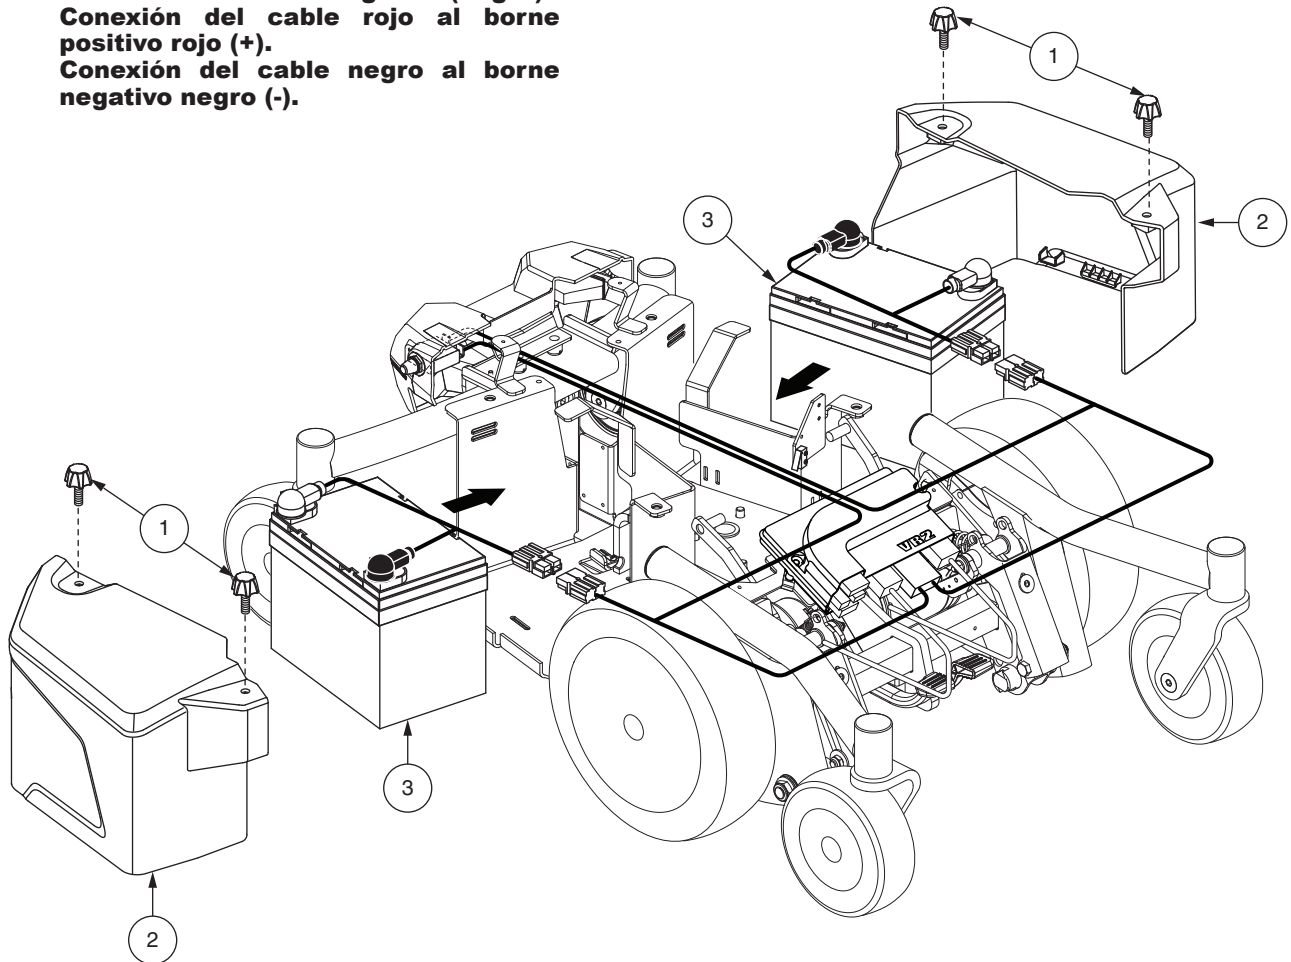

Figura 17. Conexiones de batería (sin el asiento para mayor claridad)
4. Afloje los tornillos de mariposa en la parte lados de la base de potencia y retire las talas laterales. **Ver la figura 17.**
5. Desconecte los cables de las baterías de la base eléctrica. **Ver figura 17.**
7. Extraiga el cableado de las baterías antiguas y colóquelo en las nuevas. Asegúrese de que los terminales apuntan a la dirección adecuada. **Ver figura 17.**
8. Coloque las baterías en la base eléctrica. Asegúrese de que los terminales apuntan hacia las tapas laterales de la base eléctrica. **Ver figura 17.**